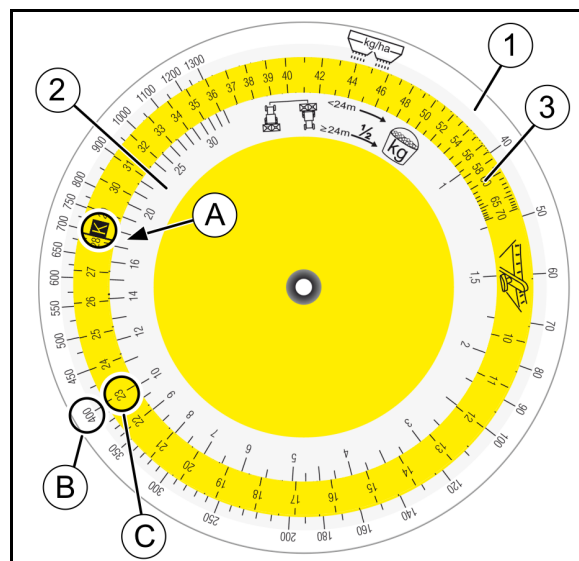

Bild 61
7. Ta fram räkneskivan för rivanordningen. På skalan (Bild 61/2) för uppfångad mängd [kg] söker du upp talvärdet "17,5" (A) och lägger position "K" (B) över färgskalan (Bild 61/3).
8. Sök upp önskad spridningsmängd (400 kg/ha) (C) på skalan för spridningsmängden (Bild 61/1) och läs av erforderligt spjällläge (position) "23" (D).